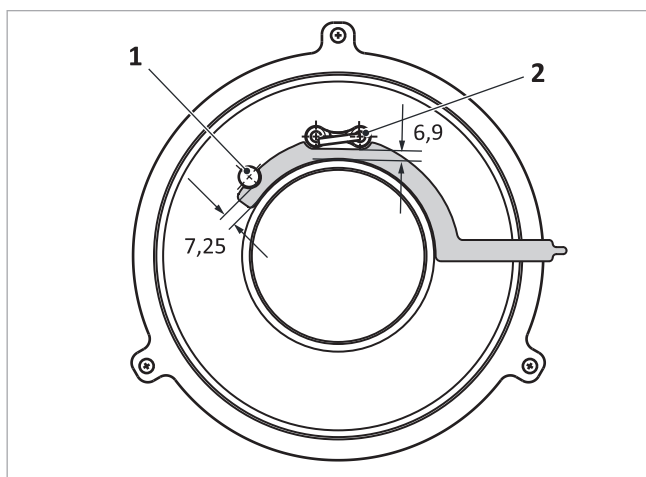

Fig. 142: Distancias entre los electrodos de ionización y de encendido y el quemador piloto
- Electrodo de ionización → fig. 142 (1): 7,25 mm
- Electrodo de encendido → fig. 142 (2): 6,9 mm